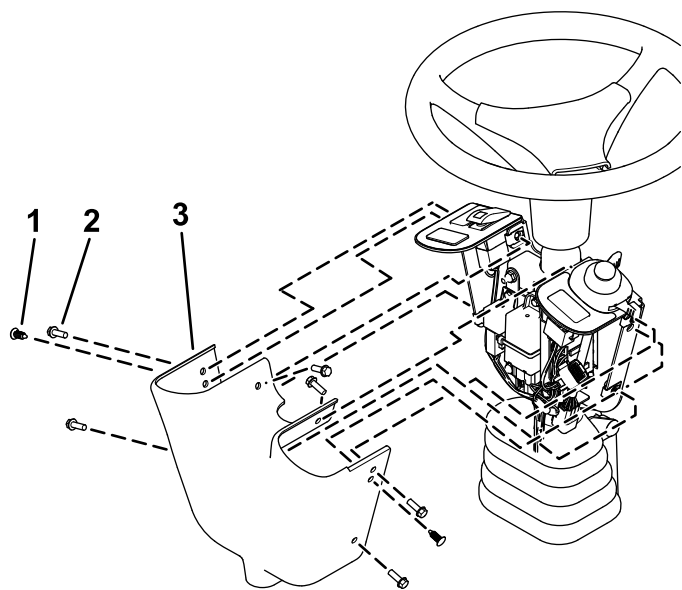

Рисунок 12
13. Установите крышку органов управления на крепление переключателя с помощью 2 вставных заклепок и 6 винтов с шестигранными головками ($\frac{1}{4} \times \frac{3}{4}$ дюйма), как показано на Рисунок 12.